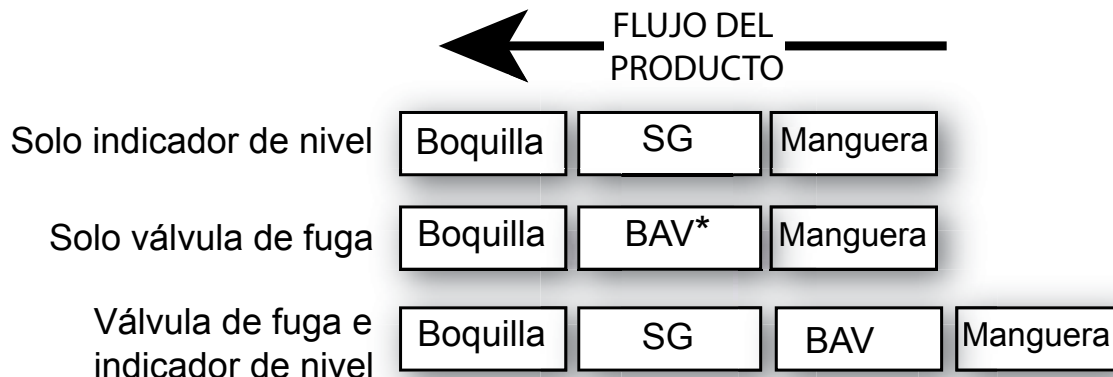

Figura 1 - Orden de instalación
4. Observe la Figura 1 para determinar el orden de instalación de las piezas de acople. El incumplimiento de seguir una instalación adecuada, podría dar lugar a una situación peligrosa.